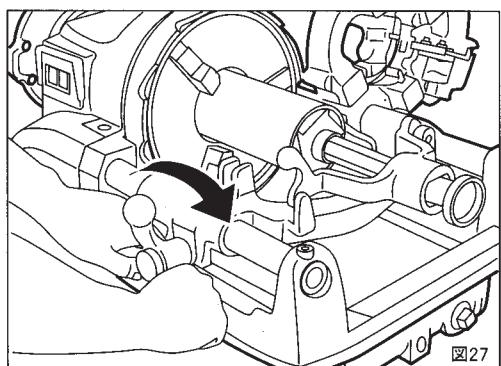

図27
- ④ スイッチを入れてパイプを回転させてから送りハンドルでリーマをパイプに押しつけ、パイプが $\frac{1}{2}$ 回転以上したらリーマをパイプからはなしてください。これで面取りは完了です。(図27)